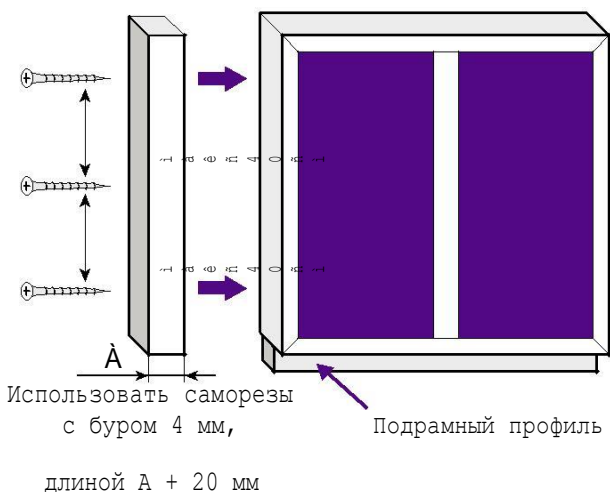

Рис. 8
- Если ширина шва более 55 мм, необходимо использовать соответствующий расширитель (рис. 8).